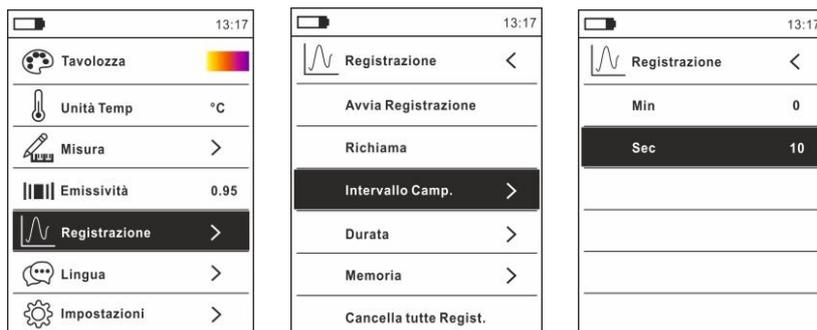

Fig. 35 Data logger – Impostazione intervallo di campionamento
2. Premere il tasto , selezionare la voce "Registrazione" e premere il tasto . La videata di Fig.35 – parte sinistra è mostrata a display